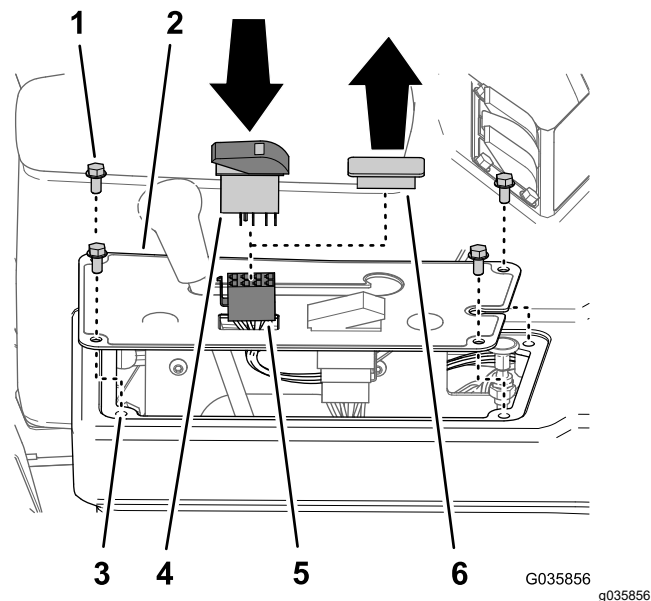

Figure 21
- S'ils sont présents, retirez les 4 boulons à embase ($\frac{1}{4}$ " x $\frac{1}{2}$ ") qui fixent le panneau de protection au sommet de la console, comme montré à la Figure 21.
- Retirez le cache à l'emplacement de l'interrupteur dans le panneau de protection de la console (Figure 21).
par l'ouverture dans le panneau de protection (Figure 21).
4. Branchez le connecteur à 8 douilles du faisceau du kit de finition pour rampes soniques étiqueté SONIC MODE MANUAL VS. AUTO sur l'interrupteur à bascule (Figure 21).
5. Insérez l'interrupteur à bascule dans l'ouverture de la planche de bord jusqu'à ce qu'il s'enclenche solidement en place (Figure 21).
6. Alignez les trous dans le panneau de protection et les trous au sommet de la console (Figure 21).
7. Fixez le panneau à la console à l'aide des boulons (Figure 21) que vous avez retirés à l'opération 1.